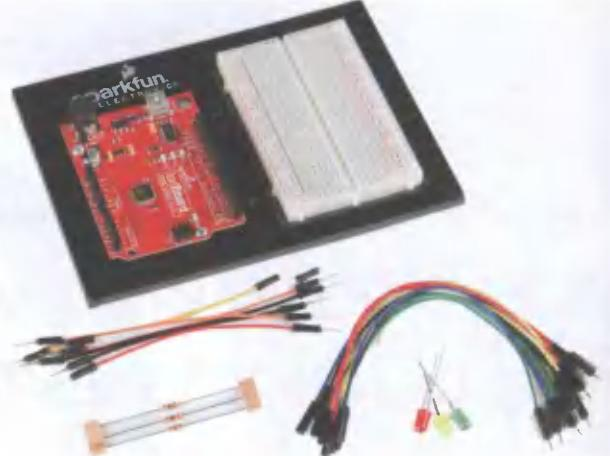

Рис. 2.2. Электронные компоненты для проекта «Светофор»
Для реализации этого проекта вам потребуются следующие компоненты (рис. 2.2):
- кабель Mini-B USB (CAB-1101) или кабель USB, идущий в комплекте с вашей платой, 1 шт. (на рис. 2.2 не показан);
- может пригодиться: держатель для четырех батареек типа АА (PRT-09835)* (на рис. 2.2 не показан).